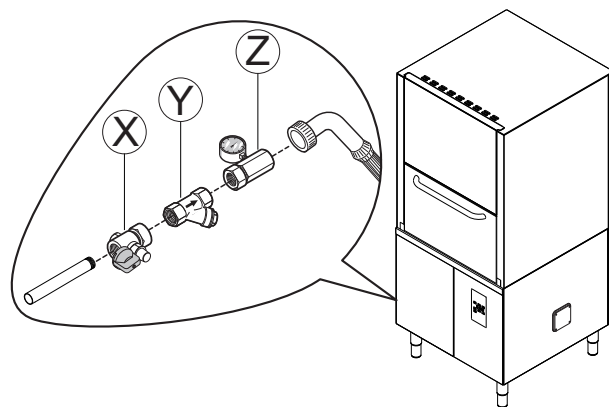

Figure 10 Raccordement tuyau alimentation
- Raccorder le tuyau d'alimentation en eau "HWI" (voir le paragraphe F6.2 "Schémas d'installation") de l'appareil au réseau hydraulique. Interposer un robinet "X", le filtre fourni en dotation "Y" et un manomètre "Z" (Figure 10). Sceller avec attention tous les composants pour éviter les fuites dans les tuyauteries.